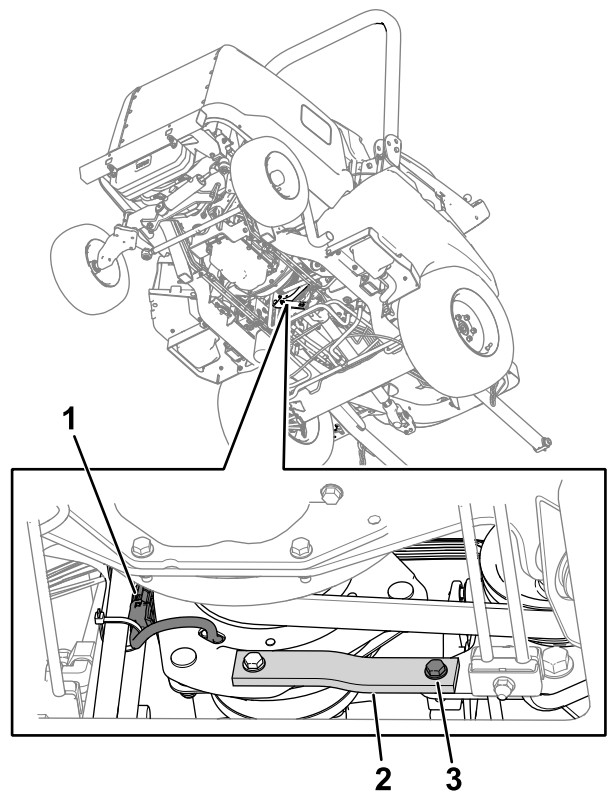

Figura 75
3. Rimuovete il bullone, la rondella e il dado dai cinghioli in gomma e in metallo (Figura 75) sul telaio.
2. Scollegate il connettore del cablaggio preassemblato della frizione dal cablaggio preassemblato della macchina (Figura 75).